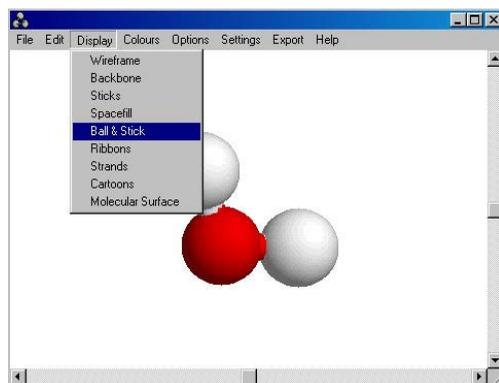

Рис. 4. Отображение структуры в виде атомов и связей между ними (Ball & Stick)
3.4 В главном окне программы должна появиться структура молекулы воды ( $H_2O$ ). Выберите режим отображения Ball & Stick. Для этого кликните левой кнопкой мыши на пункт меню «Display», затем в ниспадающем меню выберите пункт «Ball & Stick». (см. рис. 4).